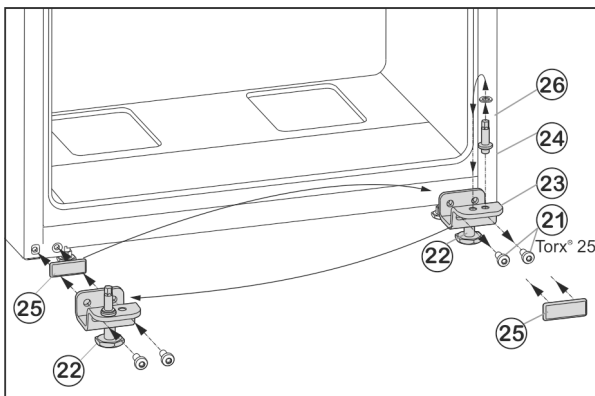

Fig. 7
- ▶ Bevestigingsbouten Fig. 7 (21) losschroeven.
- ▶ Lagerbok onder Fig. 7 (23) volledig met lagerbouten Fig. 7 (24), schijf Fig. 7 (26) en stelvoet Fig. 7 (22), verwijderen.
- ▶ Lagerbouten Fig. 7 (24) volledig met schijf Fig. 7 (26) losschroeven, terugplaatsen in het tegenoverliggende opnamemat van het lagerbok en weer vastschroeven.
- ▶ Afdekplaat Fig. 7 (25) voorzichtig verwijderen en terugplaatsen op de andere zijde.
- ▶ Lagerbok onder Fig. 7 (23) volledig met lagerbouten Fig. 7 (24), schijf Fig. 7 (26) en stelvoet Fig. 7 (22) weer op de nieuwe scharnierzijde evt. met behulp van een accuboormachine **vastschroeven (met 4 Nm)**.
- ▶ Onderste deur van bovenaf op scharnierpen Fig. 7 (24) plaatsen.
- ▶ Stelpoot Fig. 7 (22) van onderste scharnierblok Fig. 7 (23) eruit draaien, tot deze de vloer raakt.